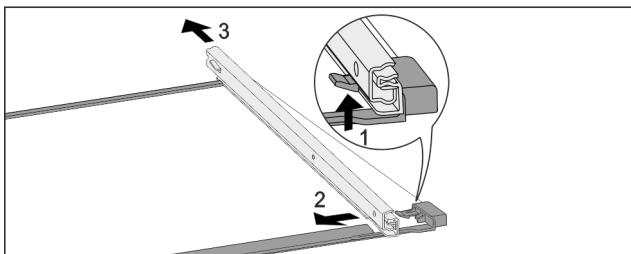

Fig. 195 Glasplatte mit Schienen
- ▶ Vorderen Rasthaken nach oben drücken. Fig. 195 (1)
- ▶ Auszugsschiene zur Seite Fig. 195 (2) und nach hinten Fig. 195 (3) wegschieben.